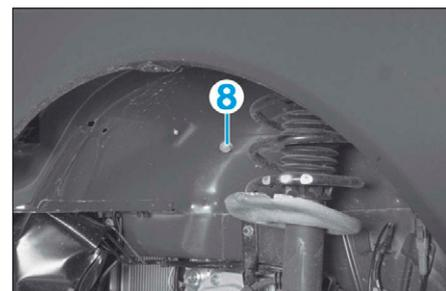

FIG. 100
- la vis (8) du support batterie par le passage de roue (Fig.100),